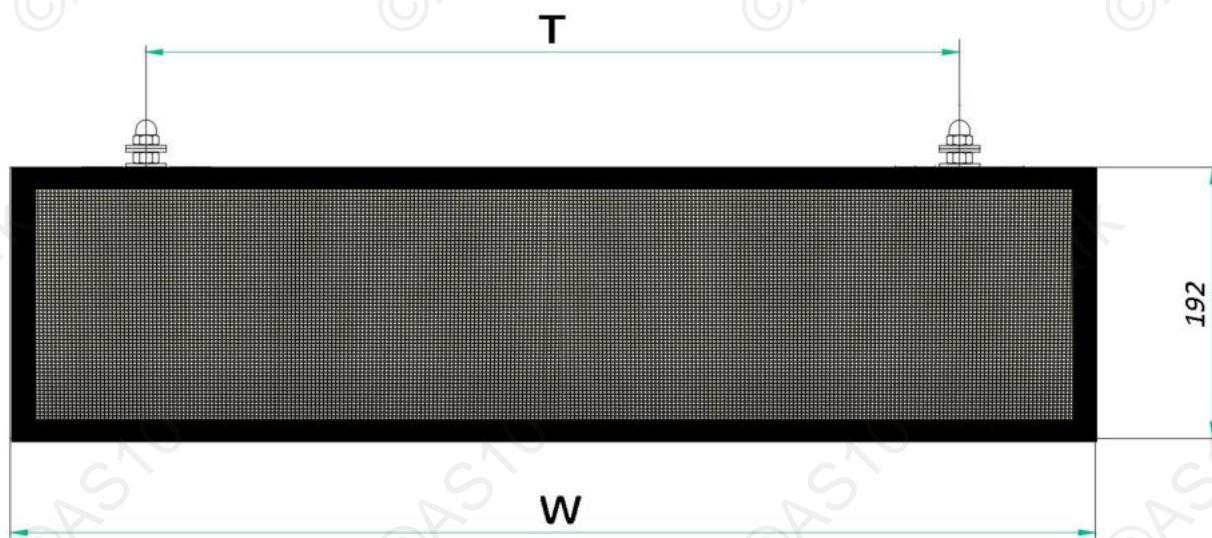

Рис. 3.1.
3.1. Блоки табло выполнены в корпусах из алюминиевого профиля черного цвета. Внешний вид блоков табло приведен Табл. 1.1. Эскиз конструктива TBxM приведен на рис.3.1. Размеры Т и W для разных типов блоков приведены в Табл. 3.1.